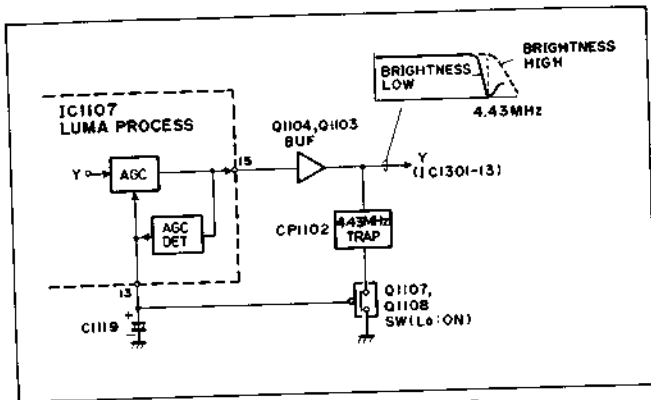

Abb. 2-15 4,43 MHz Trap
(10) 4,43 MHz Trap (Abb. 2.15)